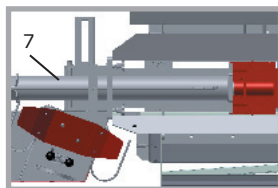

Abb. 6
- Spaltzylinder (7) einschieben (siehe Abb. 6 und 7)